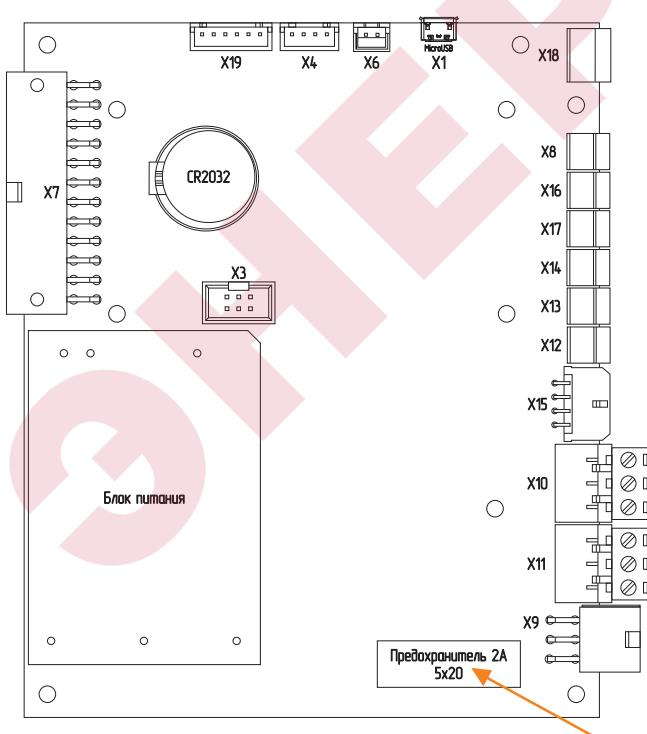

Рис.17 Плата контроллера
3. замените предохранитель (**рис.17**) (запасной предохранитель в базовой комплектации котла).